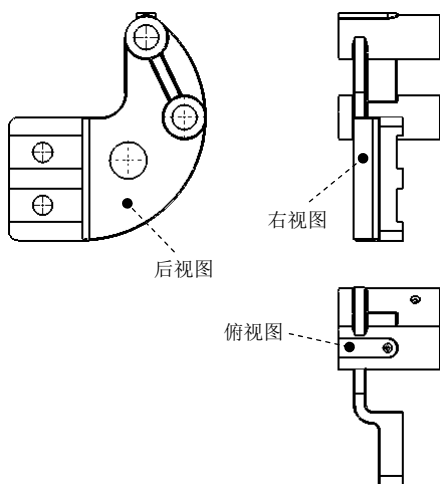

图 10.2.2 创建三视图
Step5. 生成俯视图。选择下拉菜单 **插入(I) → 工程图视图(V) → 投影视图(P)** 命令，在主视图的下方单击放置俯视图，在对话框中出现投影视图的虚线框。选择右视图作为投影的父视图，在右视图的下方单击生成俯视图，结果如图 10.2.2 所示。